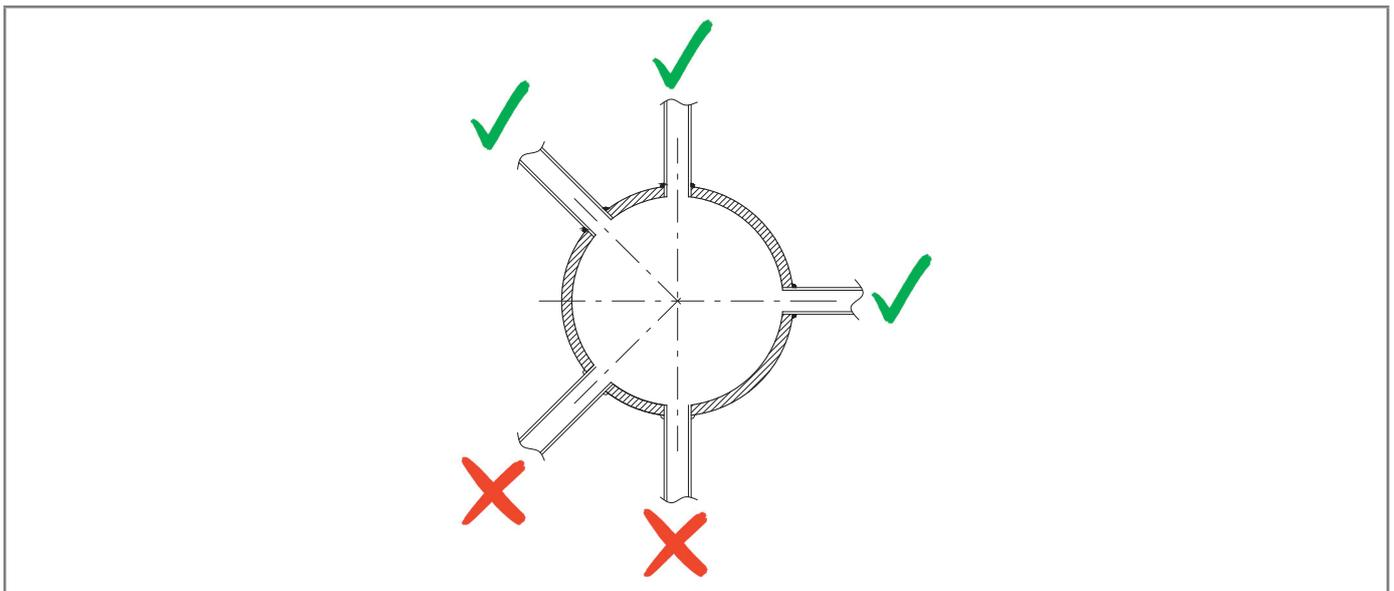

Abb. 6.27. Geschweißte Rohrverbindungen
- die Rohranschlüsse werden immer oben oder in einem Winkel von max. 90° zur Rohrachse geschweißt (siehe Abb. 6.27);